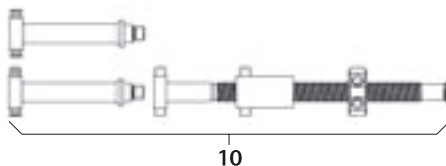

Fig. 14
- Montage du distracteur à broche 10, voir Fig. 14.